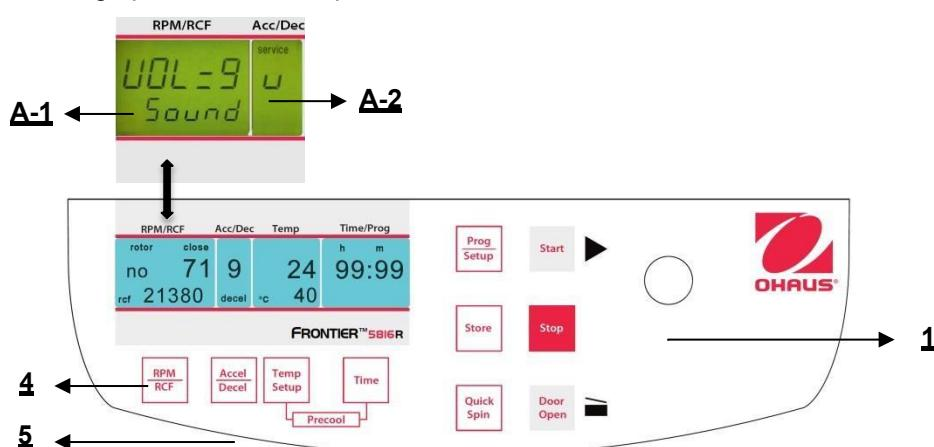

Figura 36
Procedere come descritto al punto 4.1.1 per inserire questa modalità programma e poi premere il tasto **"Accel/Decel"** (5). Sul display **"Acc/Dec"** (A-2) lampeggi la parola **"Service"**. Selezionare adesso la lettera **"U"** con la manopola di regolazione (1). Di conseguenza, sul display **"RPM | RCF"** (A-1), appaiono le parole **"Vol=0-9/Sound"**. Dopo aver premuto il tasto **"RPM | RCF"** (4), è possibile regolare il volume desiderato fra 0 (basso) e 9 (alto) con la manopola di regolazione (1) (Vedere figura 36).